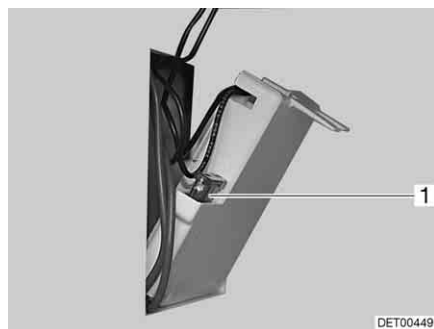

Bild 149 Sicherung der Thetford-Toilette
- Die Sicherung (Bild 149,1) wechseln.